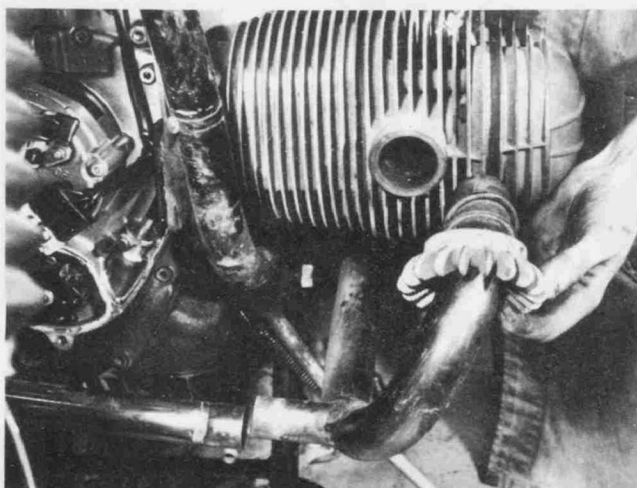

Bild 10
- Die Auspuffrohre nach vorn ziehen, von den Krümmern trennen und abnehmen (Bild 10). Die Dichtringe der Auspuffkrümmer sind aufzubewahren.